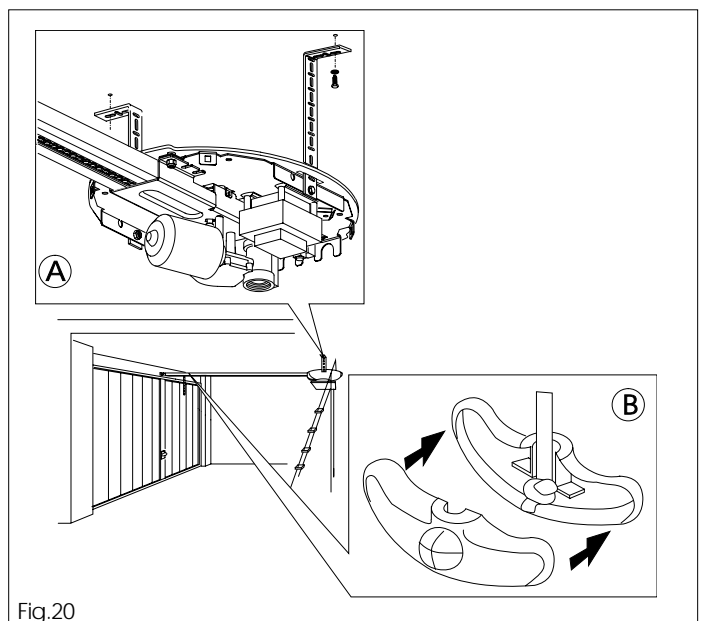

Fig.20
- 6.12 Percer, introduire les chevilles et fixer avec des vis et des rondelles l'unité moteur sur le plafond (fig.20 réf.A).
- 6.14 Loger le noeud comme indiqué sur la fig.20 réf.B, à l'intérieur du pommeau et le refermer.